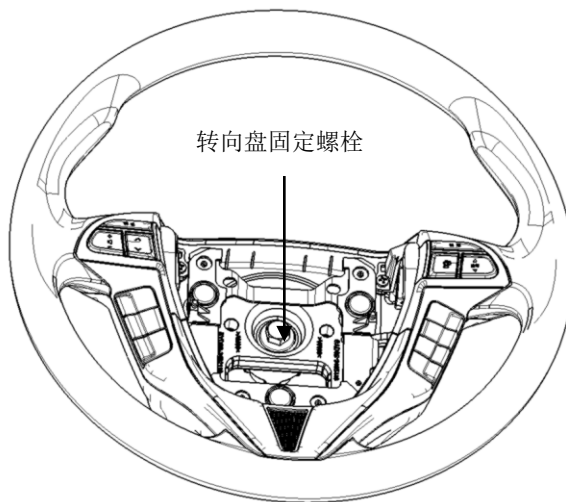

图 4-15
①脱开线束接头。
②使用14#套筒拆下转向盘固定螺栓，如图4-15所示。